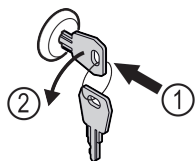

Fig. 123
- Пъхнете ключа. Fig. 123 (1)
- Завъртете го на 90° обратно на часовниковата стрелка. Fig. 123 (2)